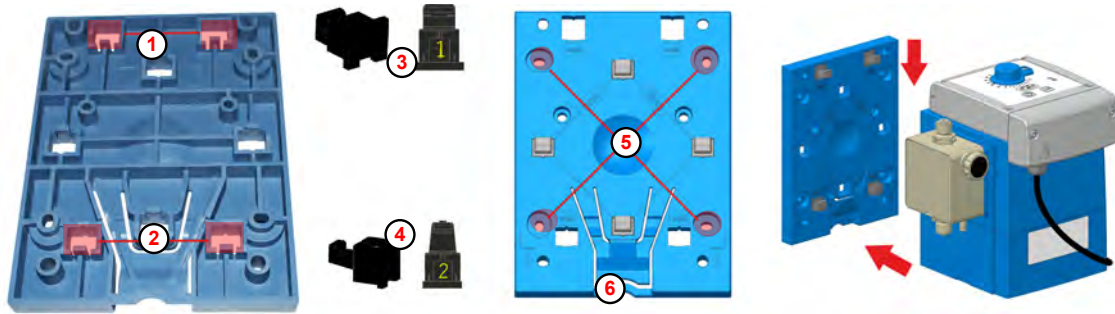

Fig. 15: Preparaciones para el montaje en pared
En la parte inferior de la placa de montaje, las aberturas para el montaje en pared (Fig. 15 , ① o ②) están marcadas con el número 2.